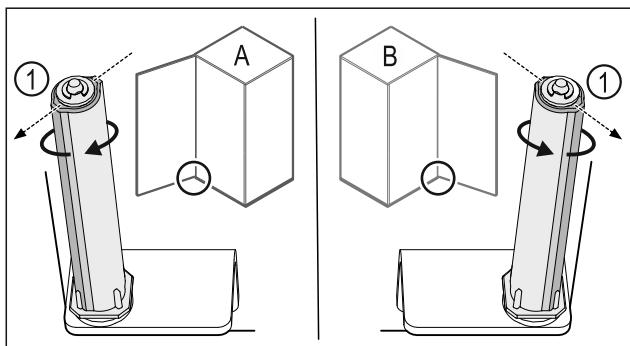

Fig. 53 Feste på venstre side (A) / feste på høyre side (B)
- Dre i lukkesystemet mot motstanden til rillen på lukkesystemet Fig. 53 (1) peker utover.